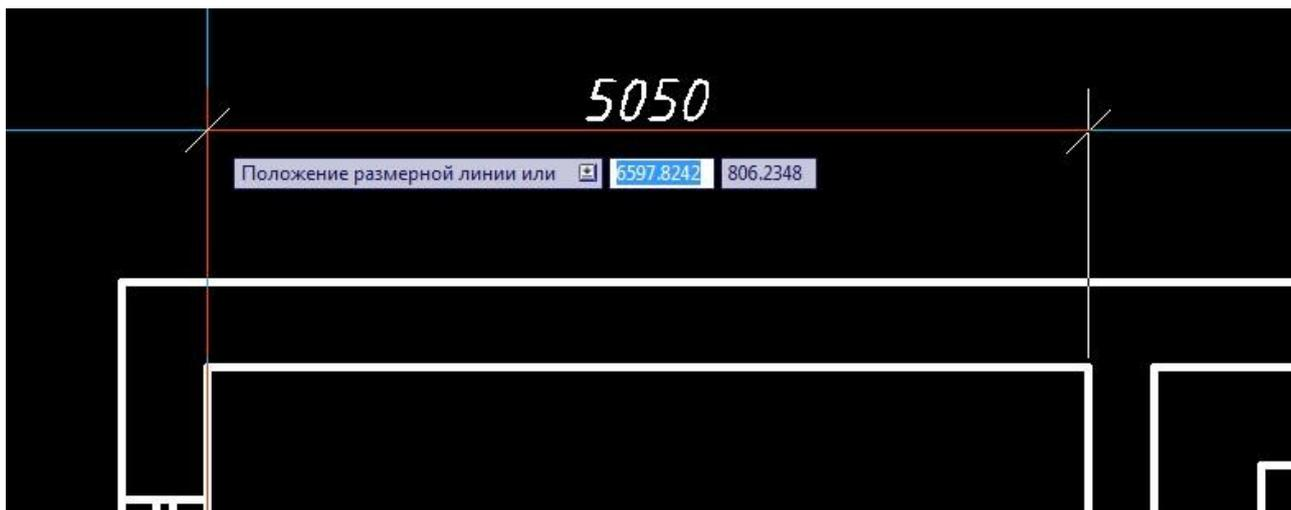

Рисунок 7.8. Размещение размерной линии.
- Разместите размерную линию, как показано на Рисунок 7.8. После этого программа завершит выполнение команды.